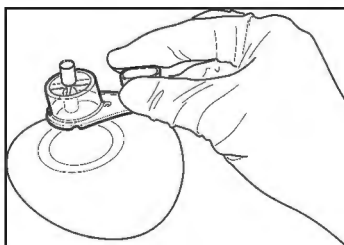

Figura 3
4. Segurando o ELD conforme indicado na figura 3, coloque a base do suporte do ELD no tecido da paciente sobre o expansor de tecido implantado.